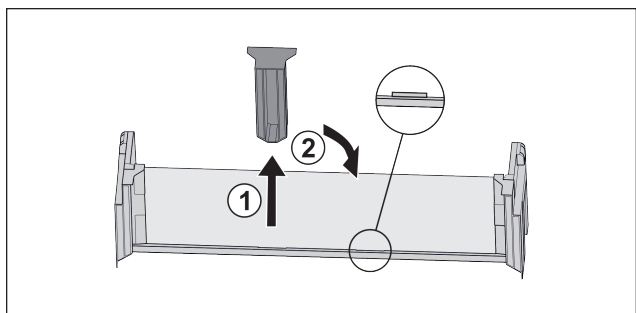

Fig. 79
- ▶ Stáhněte prostřední přídržný díl Fig. 79 (1).
- ▶ Vložte prostřední přídržný díl do druhé polohy Fig. 79 (2).